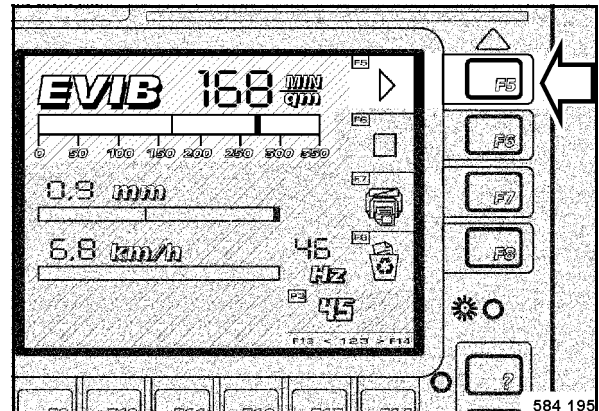

fig. 78
- Lors de l'atteinte du repère 1, appuyer sur la touche F5 "START" (fig. 78).